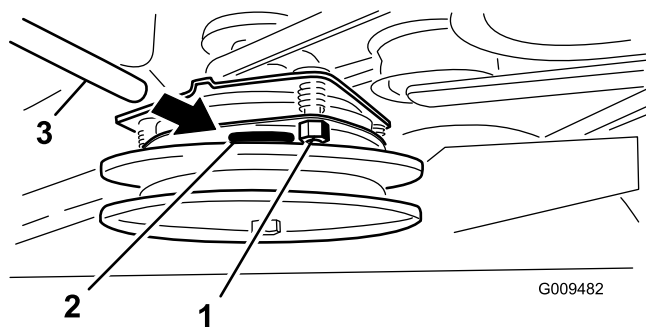

Figura 53
2. Si no es correcto, ajuste el entrehierro a 0.381 mm (0.015 pulgadas) en cada una de las tres posiciones de la ranura de ajuste. Apriete las contratuercas hasta fijar ligeramente la galga pero dejando que ésta se pueda mover con facilidad en el entrehierro (Figura 53).